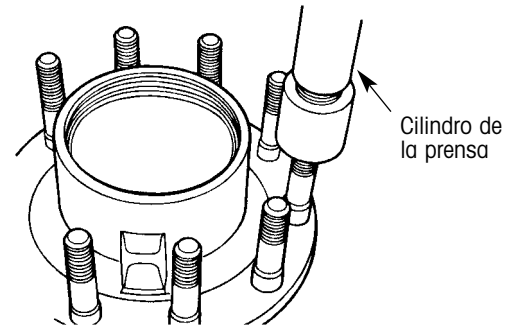

Figura 82. Removiendo un birlo de la maza
3. Use el cilindro de la prensa para empujar en el extremo roscado del birlo y forzarlo hacia afuera de la maza (figura 82).